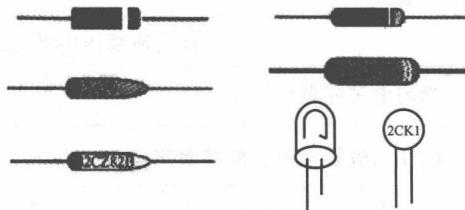

图 1-3 几种常见的二极管外形
(1) 在PN结的P区和N区各接一个电极，再进行外壳封装并印上标记，就制成了一只二极管。如图1-3所示是几种常见的二极管外形，都是由电极(引脚)和主体部分构成。主体内部就是一个PN结，一般只能看到PN结封装后的外形。